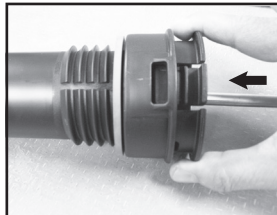

Figura 10
5. Inserte el ensamblado del mango de la bomba en el cilindro de la bomba. Alinee las lengüetas de la tapa de la bomba con los cortes rectangulares sobre el cilindro. Empuje la tapa en el lugar que le corresponde hasta que la tapa encaje firmemente en su posición **(Vea la Figura 10)**